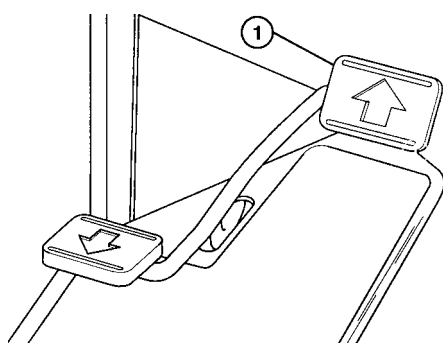
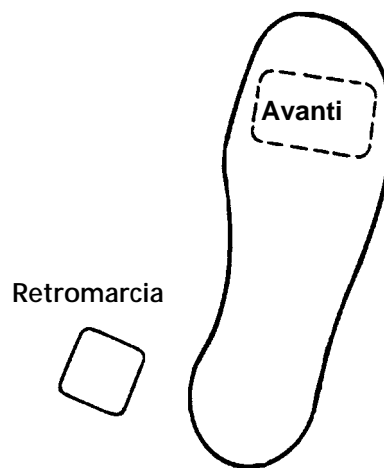

Fig. 5
Fig. 6
**Pedale di trazione e arresto** (Fig. 5, 6)—Il pedale della trazione ha tre funzioni: 1) fa spostare la macchina in avanti, 2) la fa spostare indietro, e 3) la fa arrestare. Utilizzando il tallone e la punta del piede destro, premere la parte superiore del pedale per la marcia avanti, la base del pedale per la marcia indietro oppure per agevolare l'arresto della macchina mentre si sposta in avanti. Per arrestare la macchina, lasciare che il pedale ritorni alla posizione di folle. Per maggiore comfort, non appoggiare il tallone del piede sulla retromarcia mentre si attua la marcia avanti (Fig. 6).